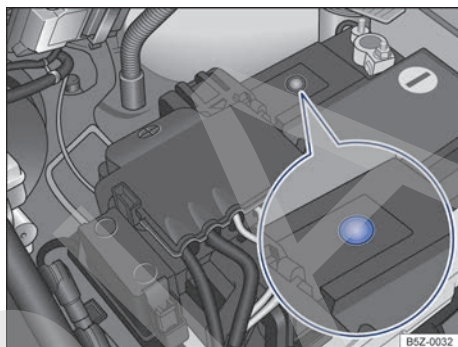

Fig. 175 En el compartimento del motor: ejemplo de posición del visor en el lado superior de la batería del vehículo.
- El visor redondo → fig. 175 en la parte superior de la batería del vehículo cambia de color dependiendo del nivel del electrolito.